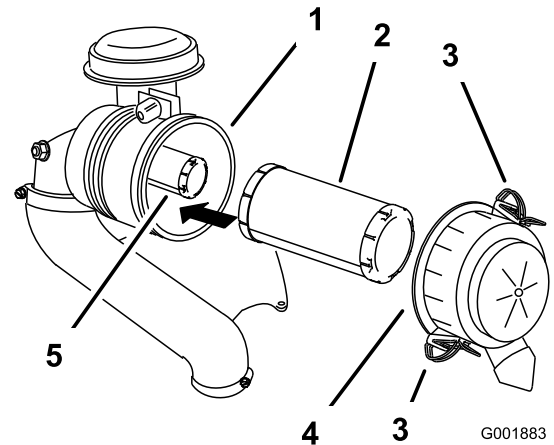

Figura 52
3. Abra los cierres del limpiador de aire y tire de la tapa de la entrada de aire para separarla del cuerpo del limpiador de aire (Figura 52).
5. Extraiga con cuidado el filtro primario de la carcasa del limpiador de aire (Figura 52).
2. Si va a cambiar el filtro interno, deslícelo cuidadosamente en el cuerpo del filtro (Figura 52).
3. Deslice cuidadosamente el filtro primario por encima del filtro de seguridad (Figura 52).
4. Instale la tapa del limpiador de aire y fije los cierres (Figura 52).